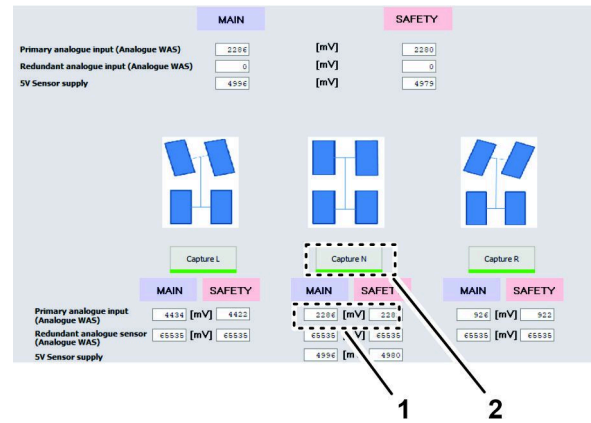

Figura 152
- Haga clic en el icono CAPTURE N (Captura N) (Figura 152).